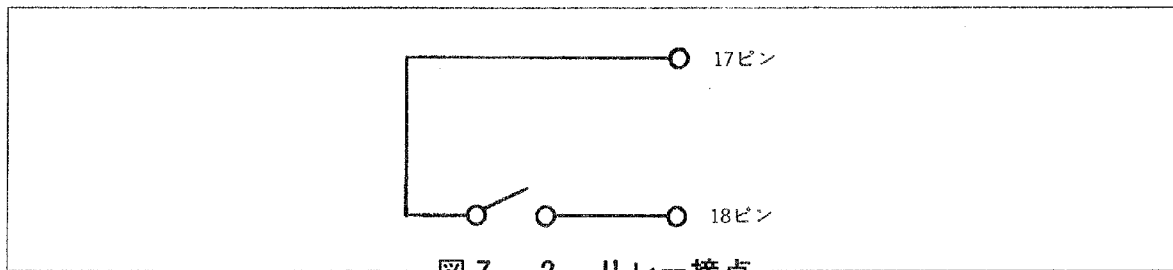

図7-2 リレー接点
- ・ブザー，リレー・モードがHIGH/GO/LOW/HIGH & LOW のいずれかに設定されていて，比較結果がそれぞれHIGH/GO/LOW/HIGH & LOW のとき，リレー接点がONになります。〔図7-2〕参照